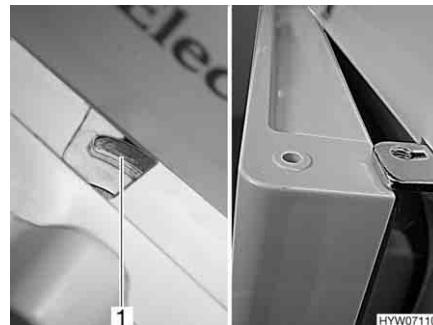

Fig. 189 Porta del frigorifero in posizione di ricircolo dell'aria (serie Dometic 7)
- Spostare il dispositivo di bloccaggio completamente verso destra. La porta del frigorifero è bloccata con l'ausilio dell'arresto della porta (Fig. 189,1). In questo modo la porta del frigorifero rimane ferma in posizione socchiusa (Fig. 189).